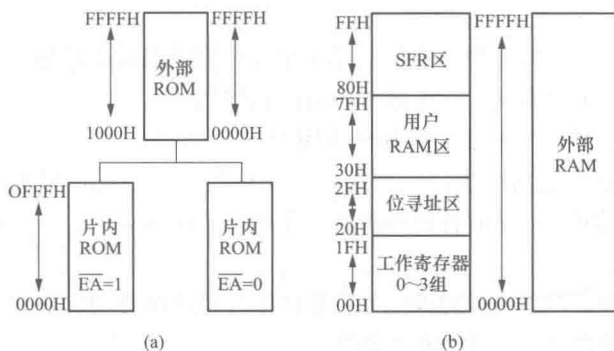

图 1-4 存储器结构
8051 单片机的存储器在结构上分为程序存储器 (ROM) 和数据存储器 (RAM), 其内部采用程序存储器与数据存储器各自独立编址的结构形式。在物理结构上共有 4 个存储空间: 片内程序存储器、片外程序存储器以及片内数据存储器器和片外数据存储器。单片机的存储器结构如图 1-4 所示。
3) 内部数据存储器。内部数据存储器由 128B 的片内 RAM 及 21 个专用寄存器 (SFR) 构成, 地址范围为 00H~FFH。128B 的片内 RAM 又可划分为工作寄存器区、位寻址区和数据缓冲器区, 如图 1-4 (b) 所示。